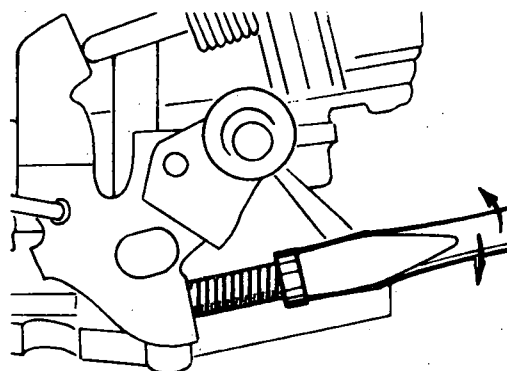

Fig. 3
- b Acione o parafuso de regulação da aceleração (fig. 3), girando-o até obter o número mínimo de rotações especificadas.